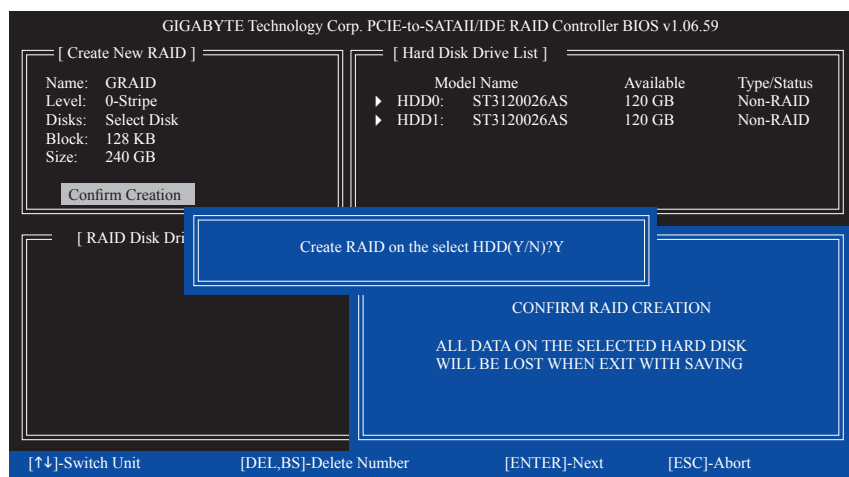

図 7
6. **作成の確認:** 上の項目をすべて構成すると、選択バーは Confirm Creation 項目に自動的にジャンプします。<Enter> を押します。選択を確認するように求めるメッセージが表示されたら (図 7) 、<Y> を押して確認するか <N> を押して中断します。